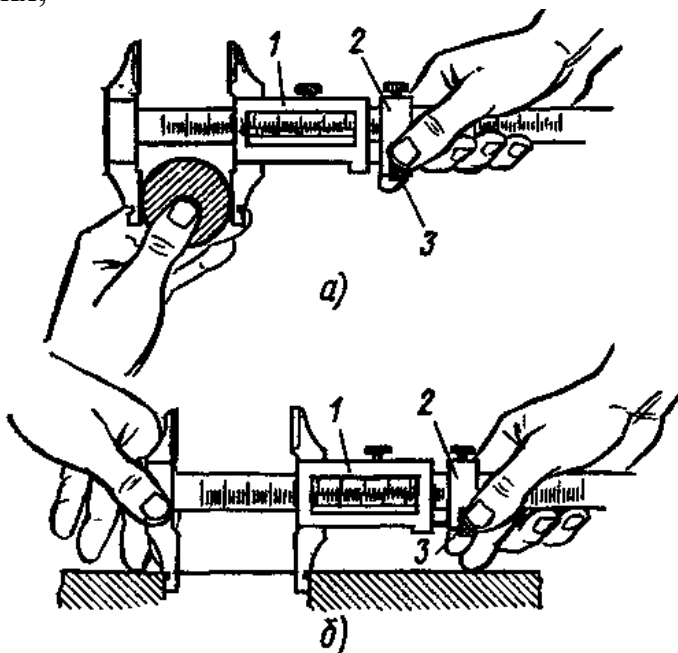

Рис. 8. Приемы измерений штангенциркулем ШЦ-II
- а) установить приблизительно контролируемый размер (при наружном измерении рис.8, а несколько больше, а при внутреннем рис. 8, б несколько